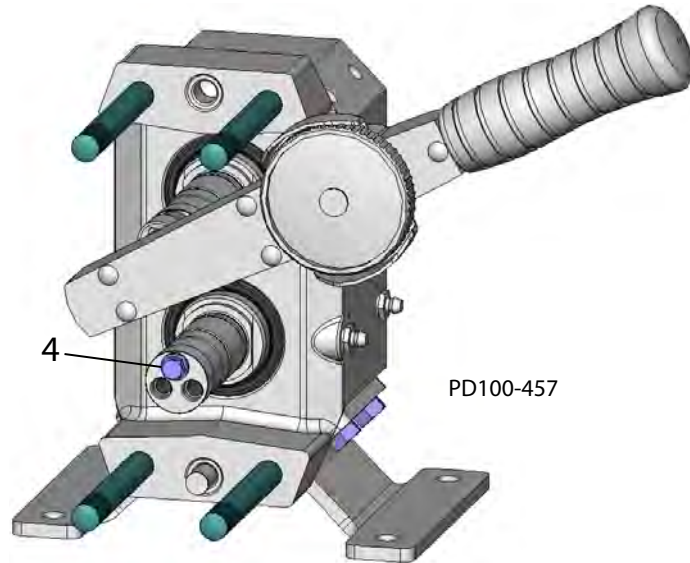

Figure 50 - Contrôlez le serrage de roulement
3. Installez une vis d'ergot (Figure 50, objet 4) dans l'un des trous taraudés de chacun des arbres et vérifiez le serrage de roulement de chaque ensemble d'arbre à l'aide d'une clé dynamométrique.